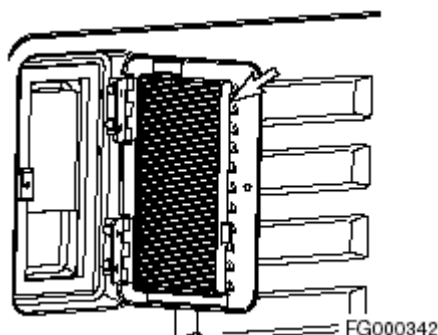

Рисунок 57
3. Извлеките фильтр (Рисунок 57) и осмотрите его на предмет повреждений.